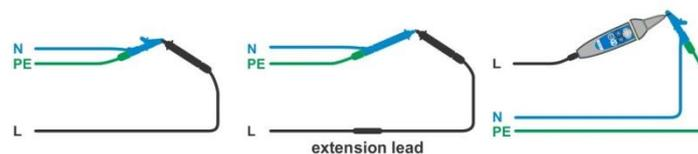

Abbildung 7.22: Kurzgeschlossene Prüfleitungen
- Schließen Sie das Prüfkabel am Prüfgerät an und schließen Sie alle Prüfleitungen miteinander kurz, siehe **Abbildung 7.22**.